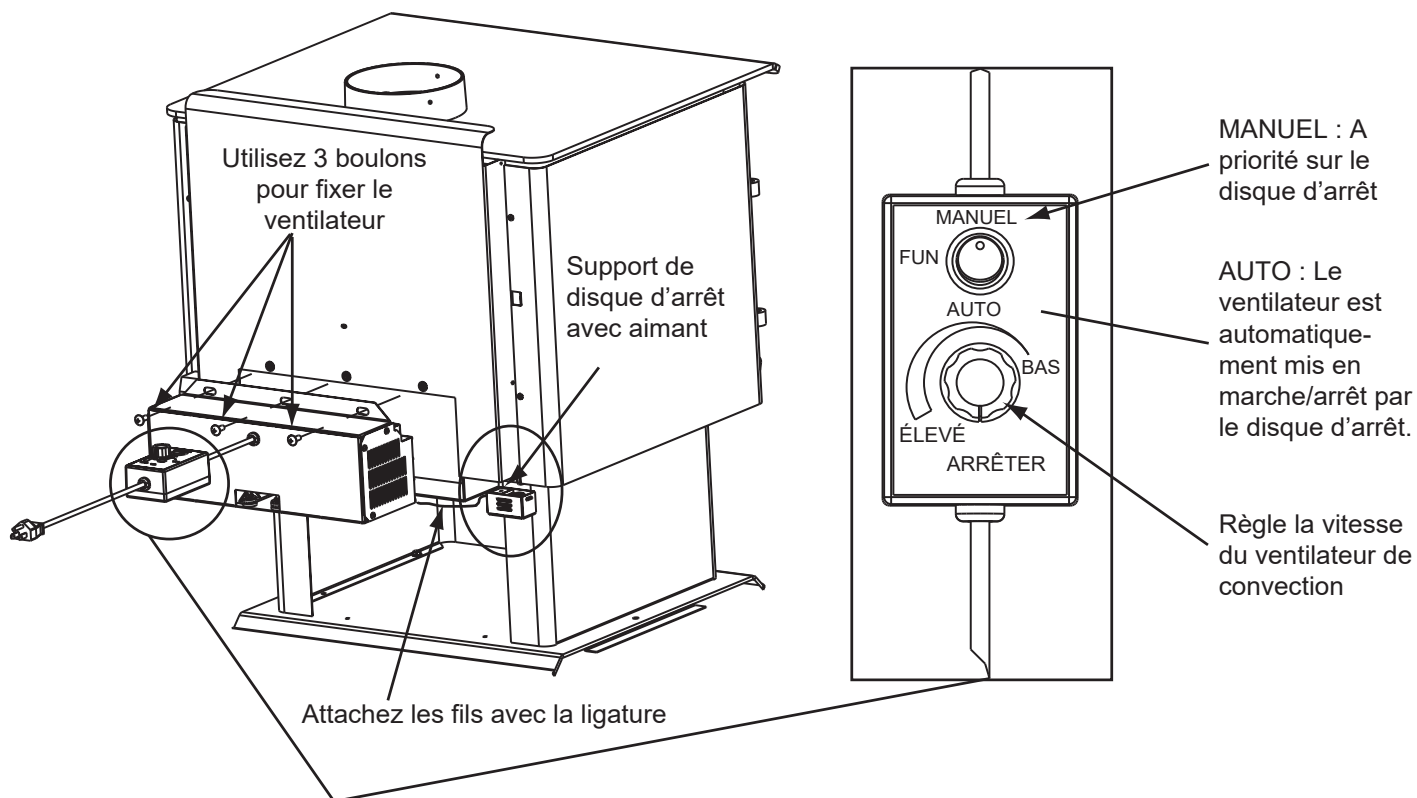

Figure 17.2
2. Alignez les trous de la bride de montage du ventilateur avec les trous sur l'appareil. Le ventilateur refoulant doit être placé sur le côté inférieur arrière du revêtement extérieur, comme illustré à la **figure 17.2**